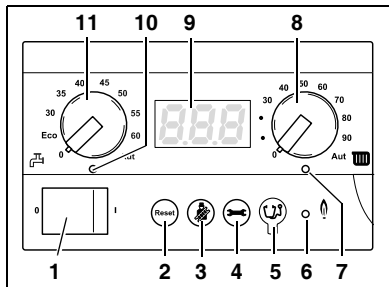

Bild 7 Grundkontroll BC10
Lysdioden för "värmekrav" (bild 7, pos. 7) lyser när ett värmekrav skapats av styrenheten och slocknar när värmekravet inte längre föreligger.
Med vridknappen för maximal pannvattentemperatur (bild 7, pos. 8) kan du ställa in pannvattnets övre gränstempertur. Enheten är °C.
På displayen (bild 7, pos. 9) kan du läsa av värmeanläggningens status och värden. Om det uppstår en störning visas motsvarande felkod direkt på displayen. Om störningen har låsande funktion blinkar felkoden.